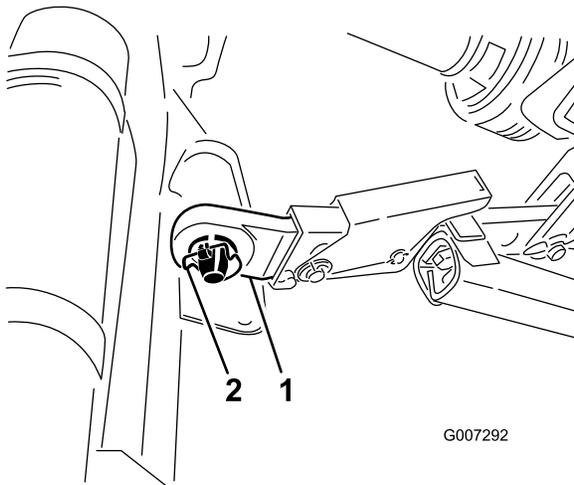

Bild 6
- Stecken Sie den rechten und linken unteren Gestängearm auf die Anbauvorrichtungsstifte (Bild 6).
- Befestigen Sie die unteren Gestängearme mit Klapsteckern an den Anbauvorrichtungsstiften (Bild 6).